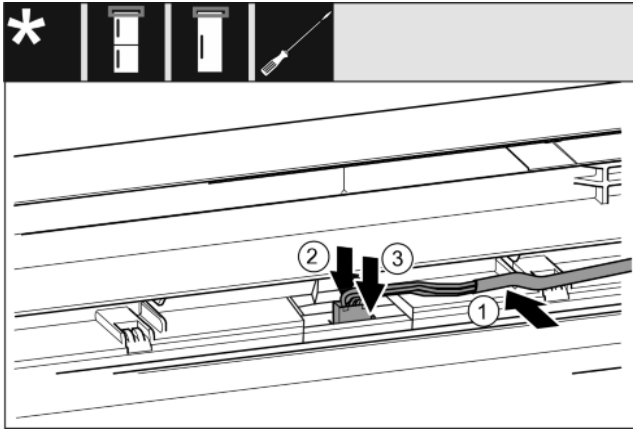

Fig. 35
- ▶ Вложите серый кабель в направляющую в верхней двери. Fig. 35 (1)
- ▶ Прижмите язычок защелки назад Fig. 35 (2)
- ▶ Зафиксируйте штекер. Fig. 35 (3)